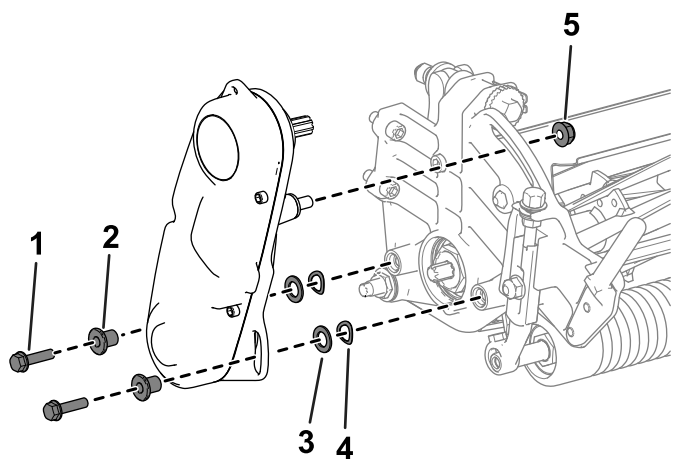

Bild 43
3. Entfernen Sie die Spindeltriebsbaugruppe, Flachscheiben, Federscheiben und Distanzstücke von der Seitenplatte (Bild 43).
2. Entfernen Sie die Befestigungsmittel, mit denen die Spindeltriebsbaugruppe an der Seitenplatte befestigt ist (Bild 43).